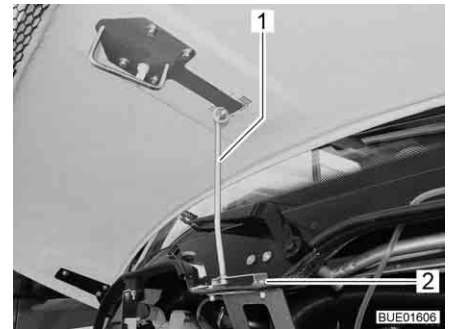

Fig. 39 Apoyo del capó del motor (Viseo)
- Desplegar el apoyo (Fig. 39,1) y enganchar el mismo en el alojamiento (Fig. 39,2).